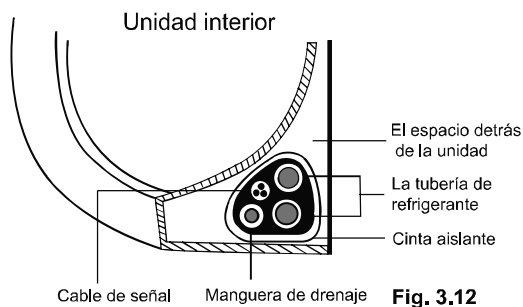

Fig. 3.12
- Agrupar el tubo de drenaje, cable de señal tuberías de refrigerante según Fig. 3.12.
- Use cinta aislante para envolver el cable de señal, tubos de refrigerante y drenaje firmemente y juntos. Comprobar que los elementos se agrupan según la Fig. 3.12.